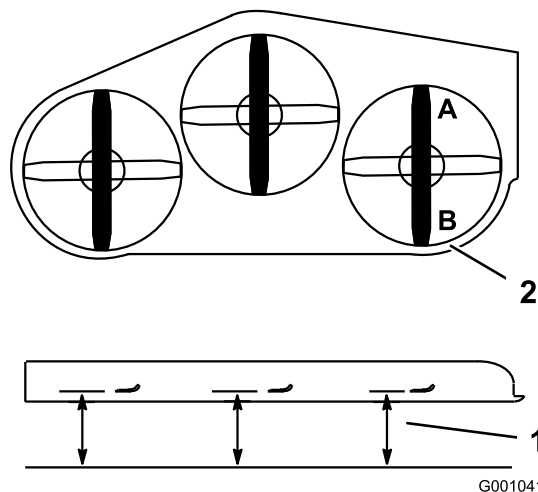
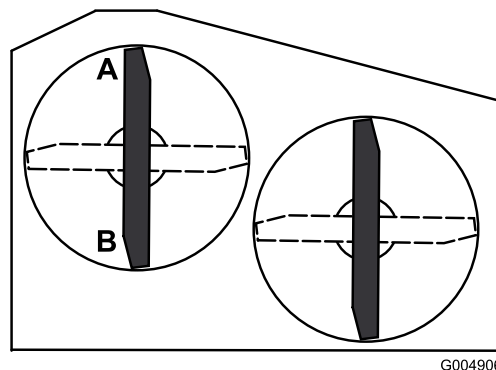

Figure 64
Figure 65
- Tournez une lame dans le sens longitudinal. Mesurez la distance aux points **A** et **B** entre une surface plane et le bord coupant des pointes des lames (Figure 64 ou Figure 65). Pour les plateaux de coupe de 36 pouces, reportez-vous à la Figure 65.
4. Tournez les lames dans le sens longitudinal. Mesurez la distance aux points C et D (Figure 64) entre une surface plane et le bord coupant des lames.